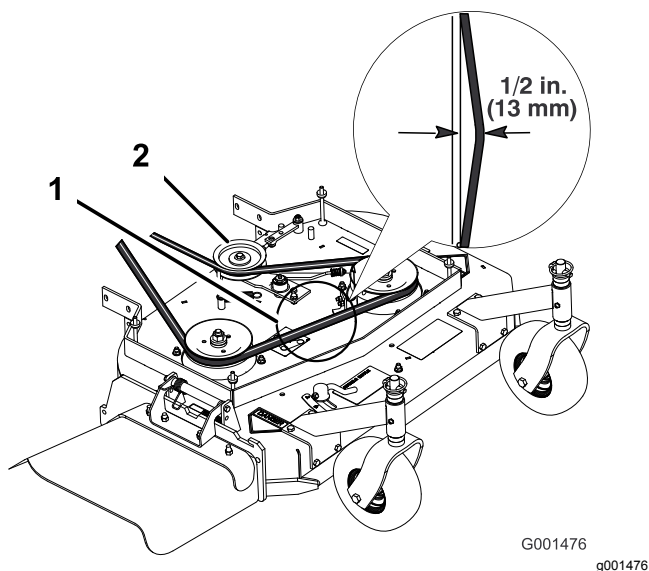
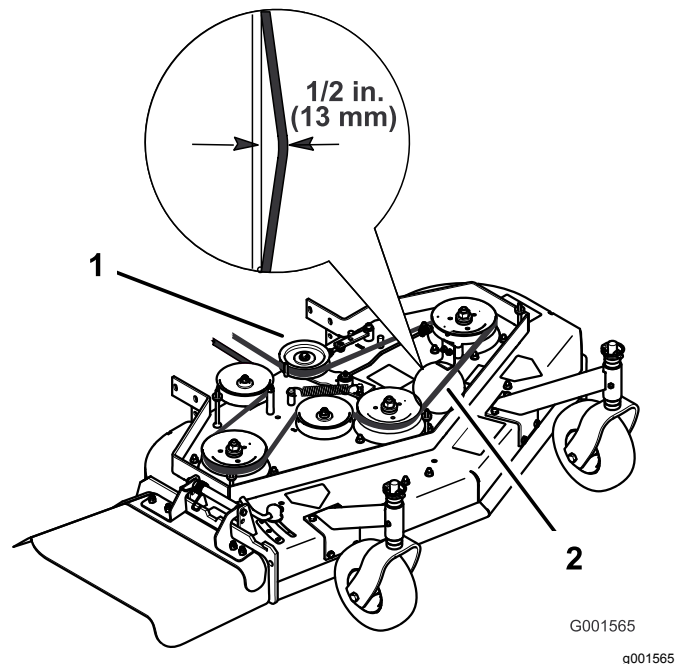

Figure 42
Figure 43
Remarque: La tension correcte de la courroie du tablier de coupe est de 44 à 67 N·m (10 à 15 pi-lb) avec une flèche de 13 mm ($\frac{1}{2}$ po) à mi-chemin entre les poulies (Figure 42 ou Figure 43).
3. Desserrez le contre-écrou sur le tendeur (Figure 42).
- Tournez le tendeur vers l'avant de la machine pour réduire la tension sur la courroie (Figure 42).
Remarque: La tension correcte de la courroie du tablier de coupe se situe entre 44 et 67 N·m (10 et 15 pi-lb) avec une flèche de 13 mm (½ po) à mi-chemin entre les poulies (Figure 42).
- Tournez le tendeur vers l'avant de la machine pour réduire la tension sur la courroie (Figure 43).
Remarque: La tension correcte de la courroie du tablier de coupe se situe entre 44 et 67 N·m (10 et 15 pi-lb) avec une flèche de 13 mm (½ po) à mi-chemin entre les poulies (Figure 43).